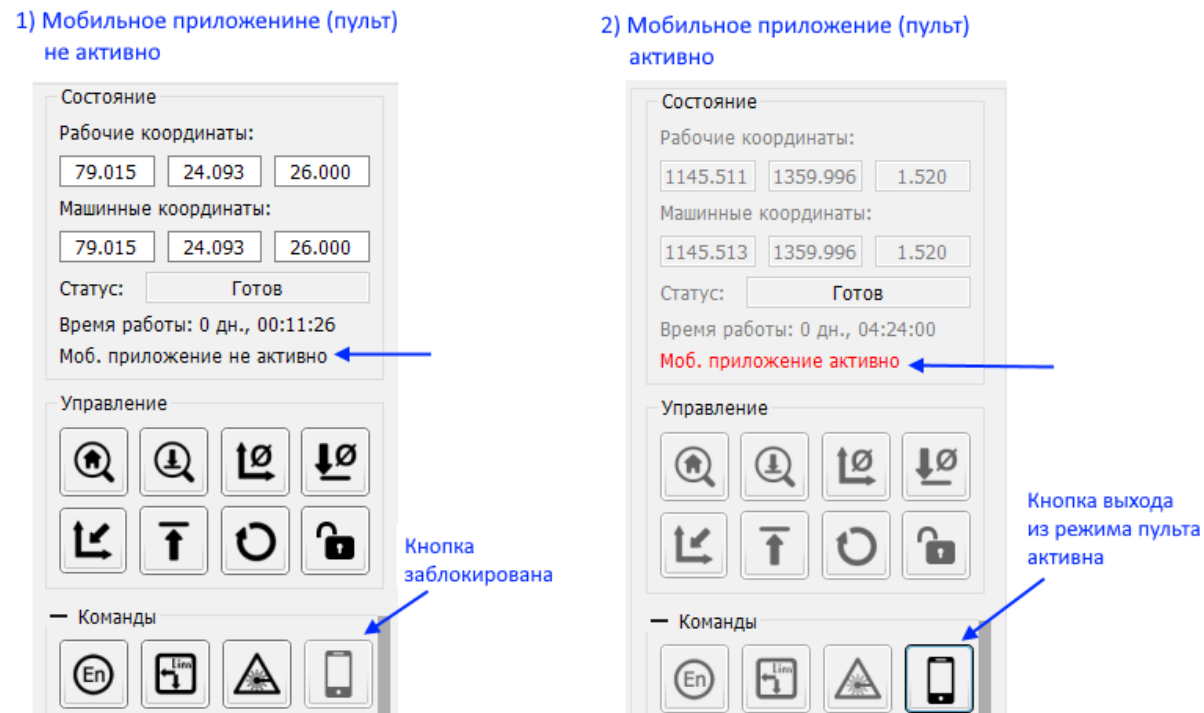

Рисунок 8: Индикация режима пульта в *Inectra GRBL Visualizer*
- На рис. 8 показана индикация в программе *Inectra GRBL Visualizer* при включенном и выключенном режиме пульта.